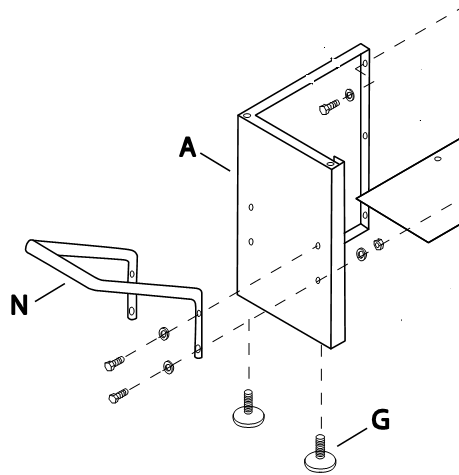

Fig 2
Montieren Sie den Handgriff (N, Fig 2) mittels 4 Sechskantschrauben, Scheiben und Muttern am linken Seitenblech (A) .